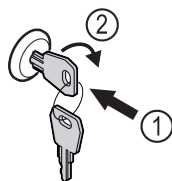

Fig. 124 Representación a modo de ejemplo
- Introducir la llave Fig. 124 (1).
- Girar la llave 90° en sentido horario Fig. 124 (2).